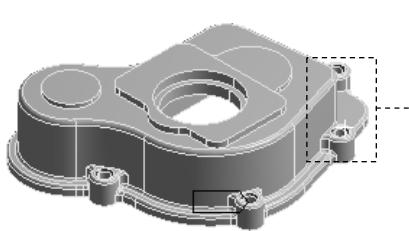

图 2.6.18 命名选择集 chamfer-selection (二)
(2) 在“ Selection Name ”对话框输入名称 **chamfer-selection**，选中 **Apply geometry items of same:** 单选项和 **Size** 复选框，单击 **OK** 按钮。
(3) 在“ Outline ”窗口中单击 **chamfer-selection** 节点，系统切换到“ Worksheet ”窗口，采用系统默认参数设置，单击 **Generate** 按钮。
(4) 打开 **Graphics** 选项卡，切换到几何显示界面，结果如图 2.6.18 所示。